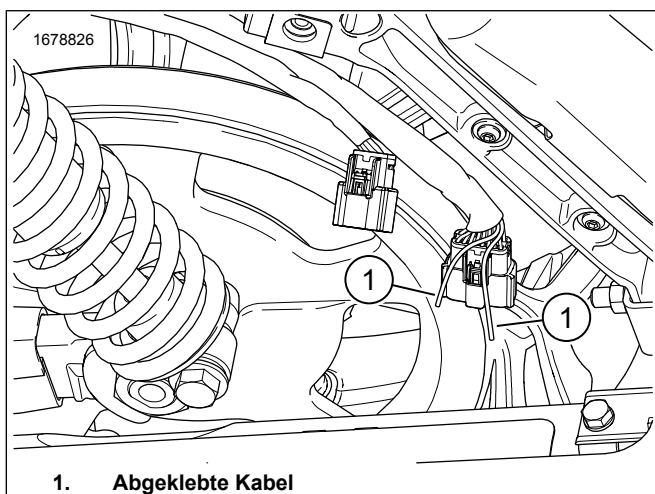

Abbildung 2. Satteltaschenkabel
2. Abbildung 2 Den Originalausstattung (Original) 16-poligen Steckverbinder [C288B_1] ausfindig machen.